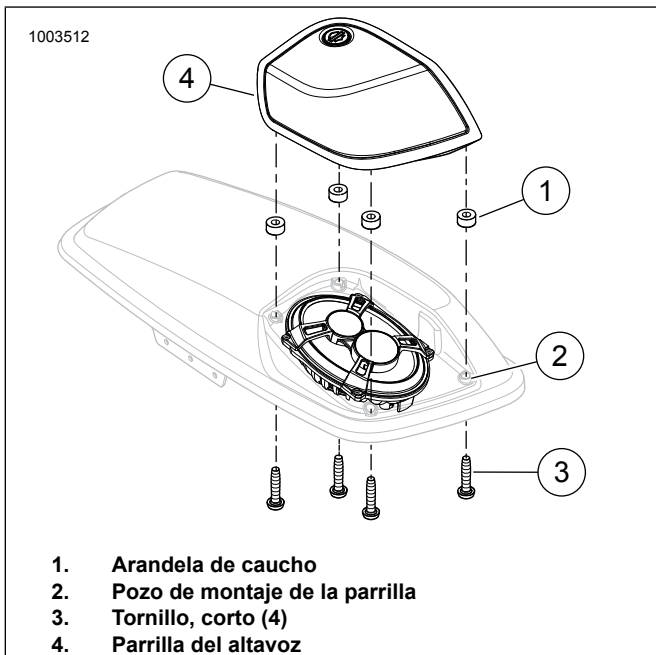

Figura 2. Instalación y extracción de la parrilla
4. Consulte la Figura 2. Quite los tornillos de la parrilla del altavoz (3). Consérvelos para usarlos más tarde.
5. Quite la parrilla del altavoz (4). Consérvelos para usarlos más tarde.
6. Observe la ubicación de las arandelas de caucho (1) para volver a usarlas.